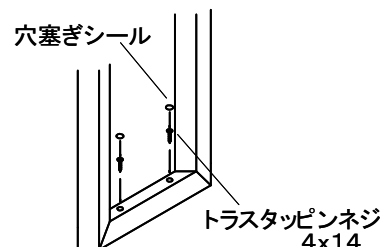

図9-6
- ④ドレッサー脚が床面に垂直になる位置で床に固定し、穴を穴塞ぎシールで隠してください。(図9-6)